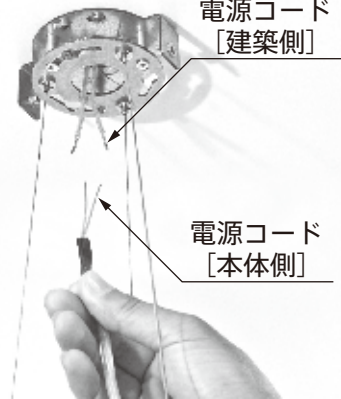

図7
7. 取付けプレートが隠れるようにカバーキャップを上側へずらし、カバーキャップ固定ネジに外歯座金を通して固定します。（図7）
8. 電源コード固定ネジを締めて電源コードを固定します。（図7）